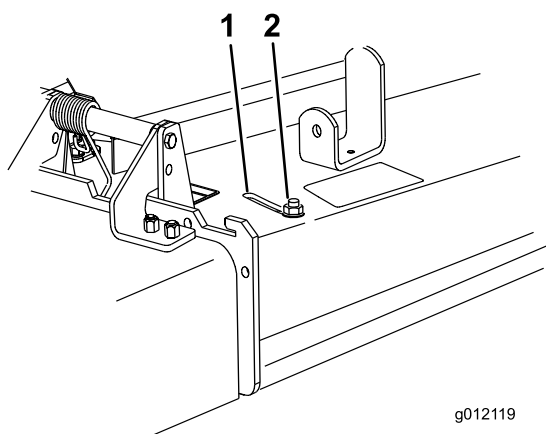

Figure 31
3. Pour régler le déflecteur, desserrez l'écrou (Figure 31).